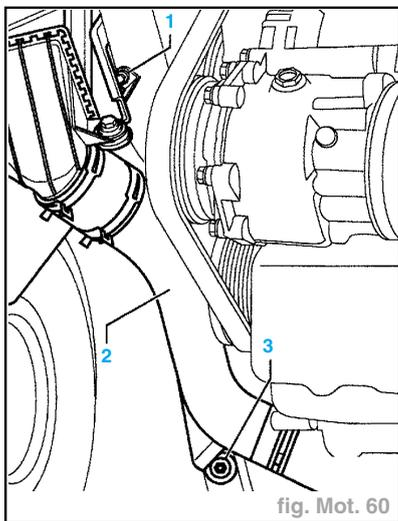

fig. Mot. 60
- Dévisser l'écrou de fixation (3) pour le tube de guidage d'air (2) (fig. Mot. 60).